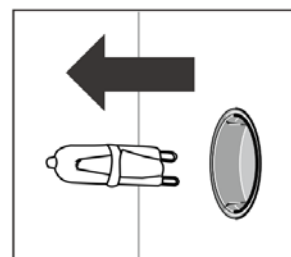

Рис.4
3. Снимите лампочку и вставьте новую лампочку аналогичного типа (рис.4).